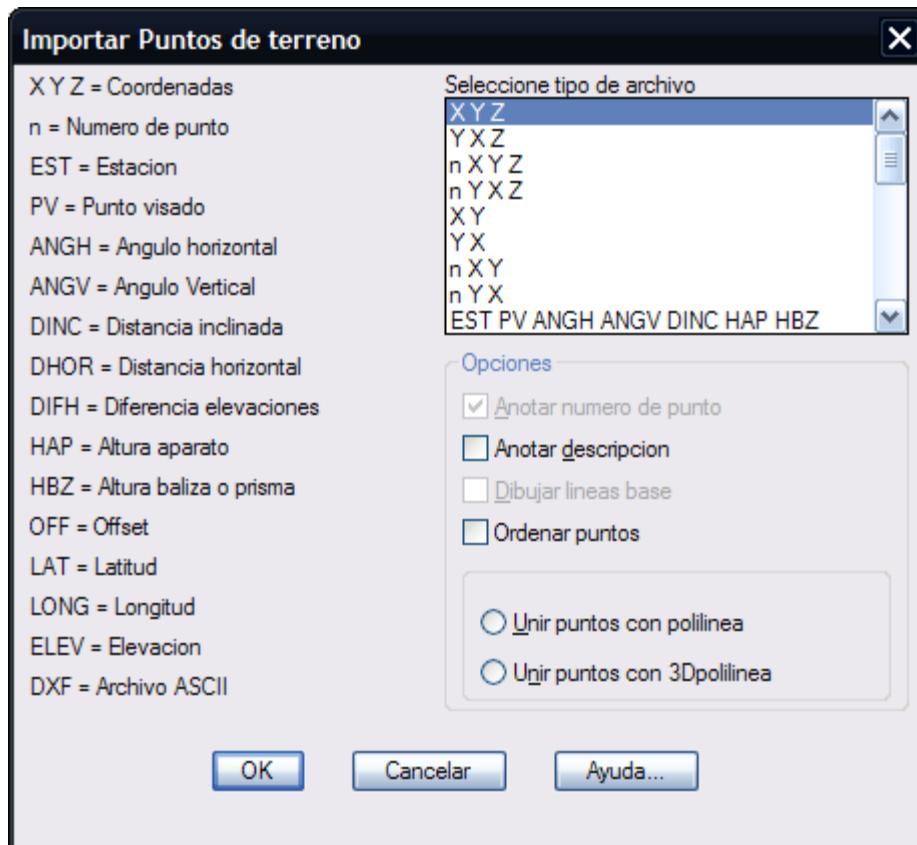

Fig.1: Caja de diálogo para importar puntos
2. Del menú principal, seleccione la rutina para importar puntos (del **Menú CivilCAD > Puntos > Terreno > Importar**, o comando **-IMPUNTO**). Al hacerlo, aparecerá una caja de diálogo (Fig. 1).